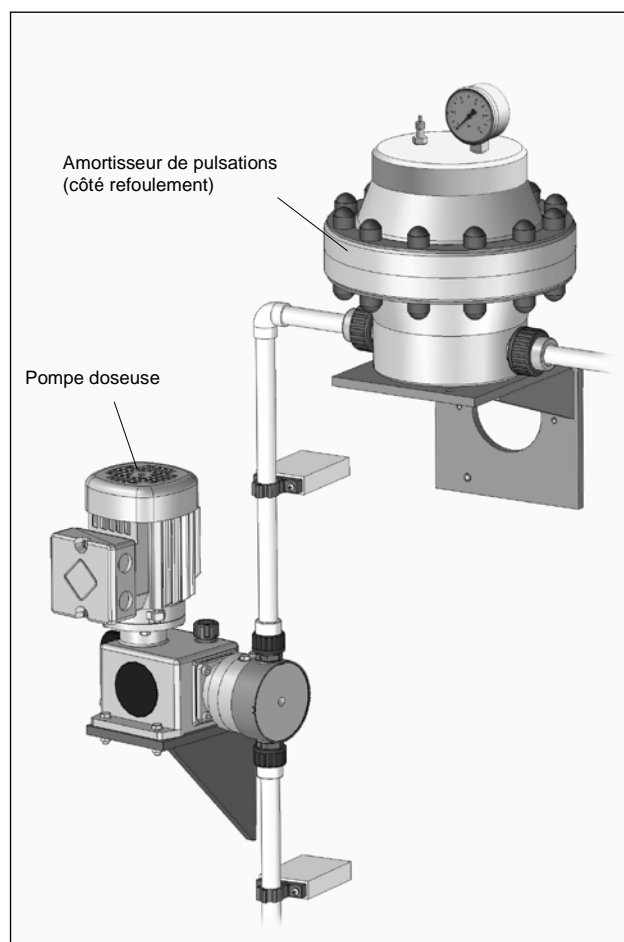

Fig. 06 Exemple d'installation
L'amortisseur de pulsations à diaphragme est installé du côté refoulement de la pompe (cf. fig. 06). Une installation du côté aspiration est en principe possible mais en règle générale, l'utilisation d'un amortisseur de pulsations sans diaphragme de séparation est préférable. Les points suivants sont à respecter dans ce cas :
- Le poids des amortisseurs de pulsations ne doit pas peser sur les tuyauteries. Utiliser des consoles appropriées (cf. fig. 06).